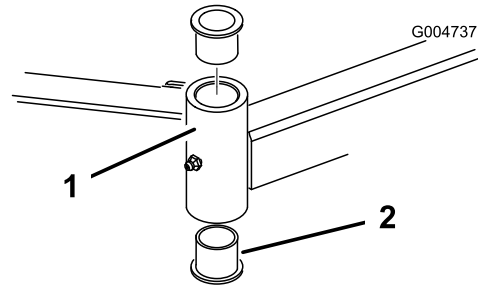

Bild 21
4. Stecken Sie einen Dorn oben oder unten in das Befestigungsrohr und treiben die Büchsen heraus (Bild 21). Treiben Sie dann die andere Büchse aus dem Rohr heraus. Reinigen Sie die Innenseite der Rohre.